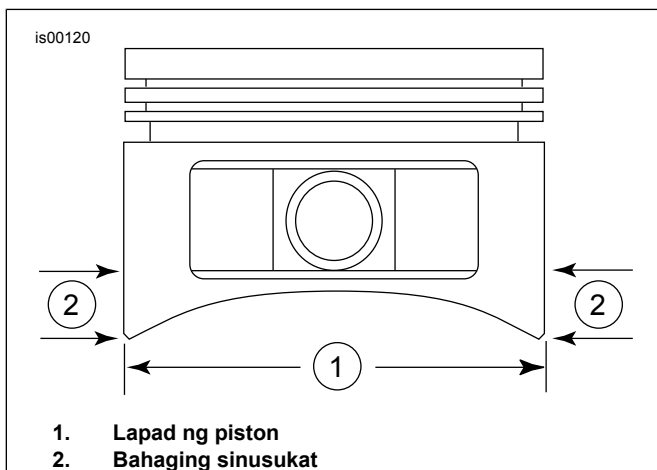

Figure 1. Mga Sukat ng Piston
5. Tingnan ang Figure 1 . Sukatin ang lapag ng piston (1) nang 90 degrees na pahiga mula sa bawat panig ng pin piston pin hole nang 0.285 in. na mas mataas (2) sa pinakamababang bahagi ng skirt